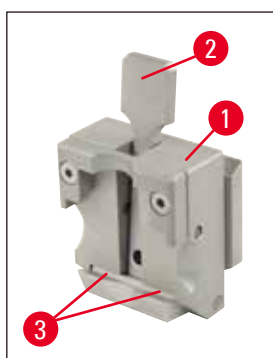

Fig. 41
- L'axe (→ Fig. 41-3) du levier de serrage de la pince à cassettes (→ Fig. 41).